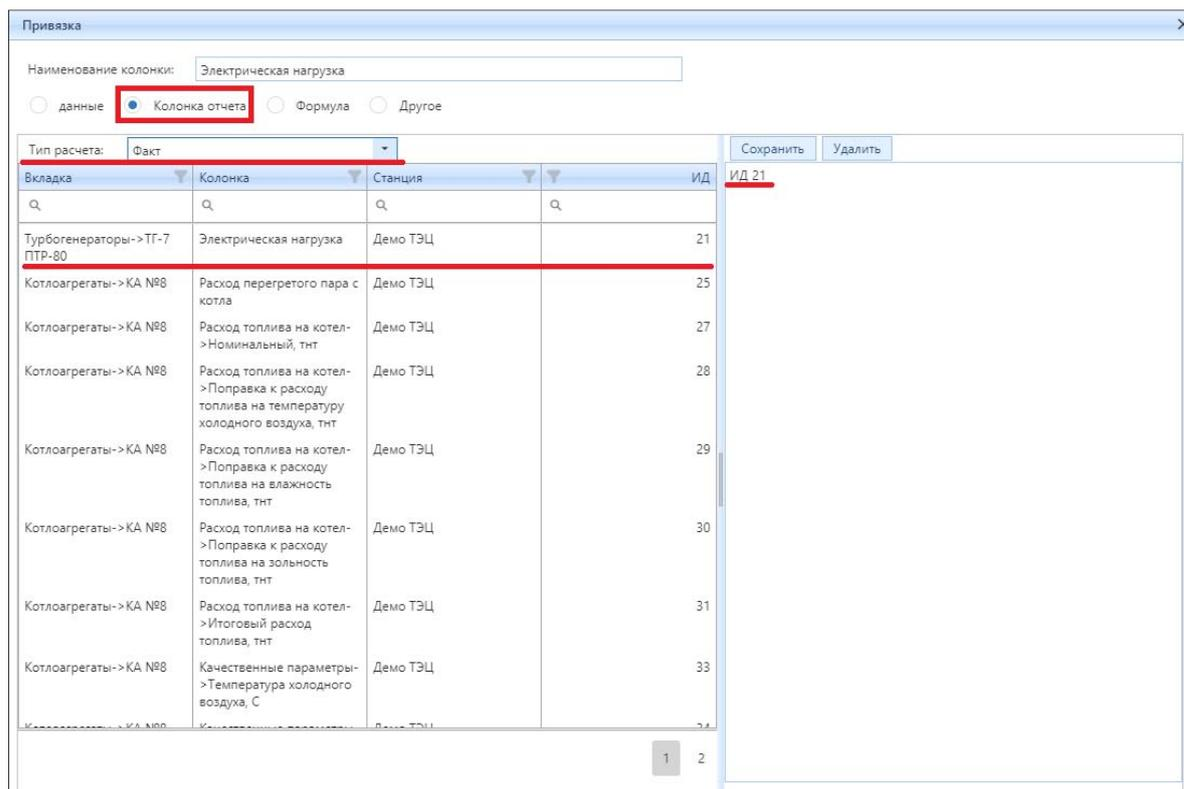

Рисунок 4.7.31 – Привязка к колонке отчета
- двойным нажатием левой кнопки мыши выбрать строку, в которой указаны: вкладка, колонка, станция, ИД, значения которой будут привязаны к указанной колонке. ИД колонки отобразится в правом поле (рис. 4.7.31);